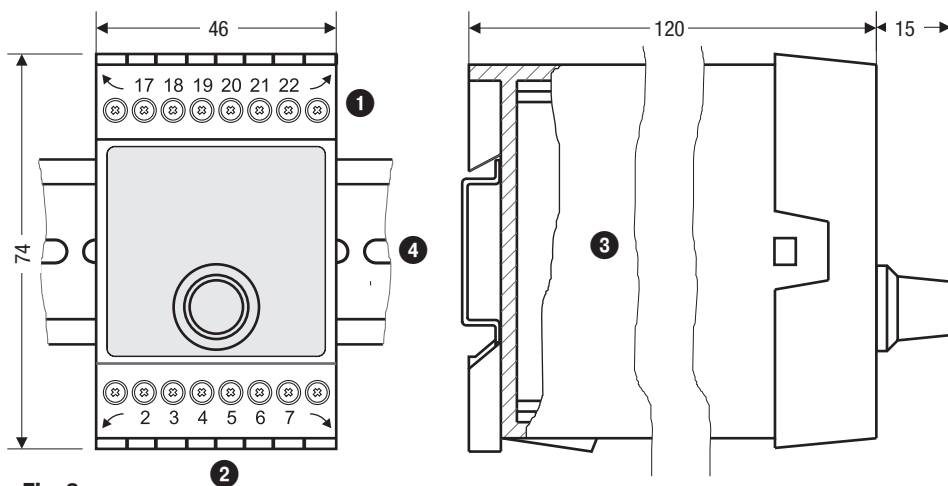

Fig. 3
Der Niveauregler NRR 2-50, NRR 2-51 wird im Schaltschrank auf einer Tragschiene Typ TH 35, EN 60715 ausgerüstet. **Fig. 3 ④**